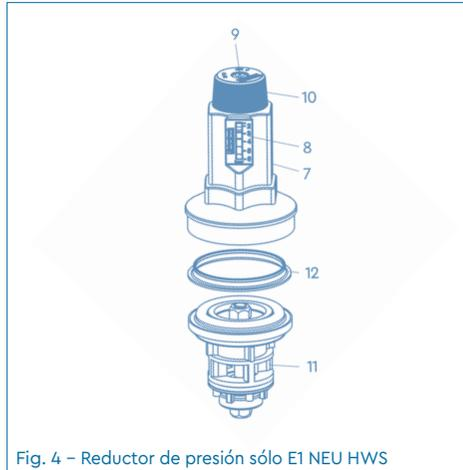

Fig. 4 - Reductor de presión sólo E1 NEU HWS
- Reductor de presión (sólo E1 NEU HWS, Fig. 4) que consta de:**